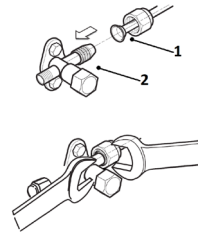

fig. 19 -
- Faça corresponder as extremidades do tubo alargado (porm."fig. 19 -") previamente com as das ligações situadas nas unidades internas ou nas torneiras das unidades externas (porm."fig. 19 -").